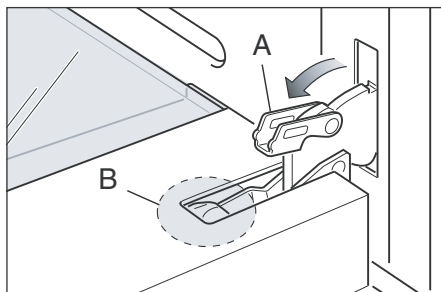
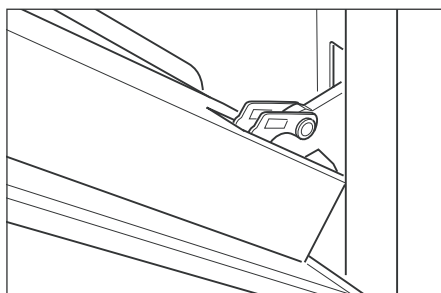

Fig. 48b
Fig. 48c
- Ouvrez entièrement la porte du four (Fig. 48b).
- Ouvrez entièrement le levier « A » sur les charnières de gauche et de droite (Fig. 48b).
- Refermez doucement la porte (Fig. 48c) jusqu'à ce que les charnières gauche et droite s'accrochent sur la partie « B » de la porte (Fig. 48b).